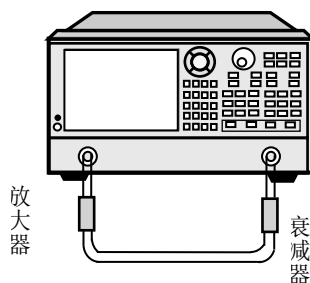

图 8.18 AM-PM 变换测量连接
- 3) 对于如图8.18所示的64QAM信号（只画出一个象限），围绕每个状态的噪声圆相重叠就意味着在统计上会出现误码。